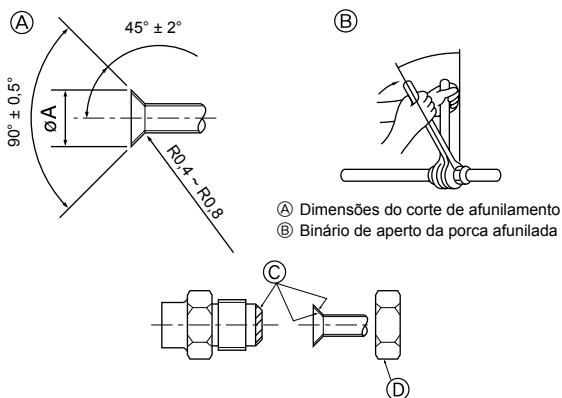

Fig. 4-1
- Aplique uma fina camada de óleo refrigerante ao tubo e à superfície de costura da junta antes de apertar a porca do tubo. (A) (Fig. 4-1)
- Aperte os tubos de ligação com duas chaves. (B) (Fig. 4-1)
- Aplique óleo de máquina refrigerante em toda a superfície de encaixe de afunilamento. (C) (Fig. 4-1)
- Utilize as porcas afuniladas para o tamanho de tubo que se segue. (D) (Fig. 4-1)
(A) (Fig. 4-1)
(B) (Fig. 4-1)